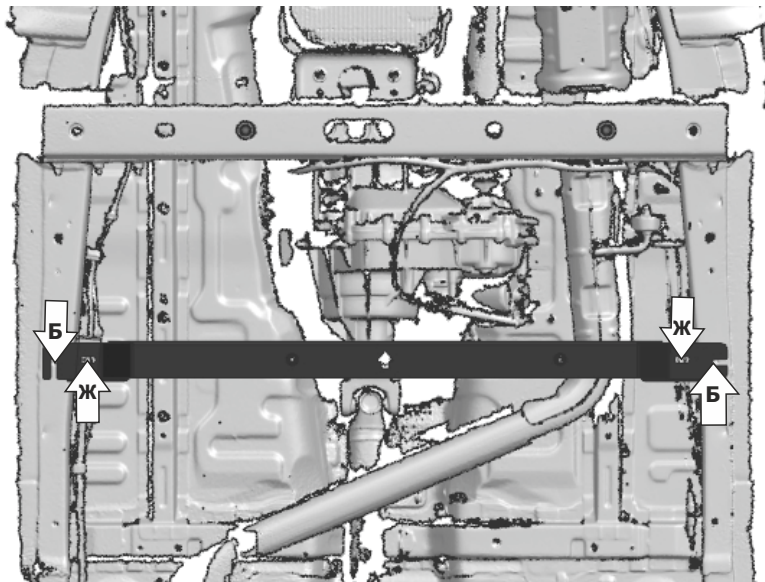

Рис.5
6. Завести балку открытыми пазами на закрученные болты М10х25 (Б). Закрепить балку к правому и левому кронштейнам болтами М10х25 (Ж) (рис.5).